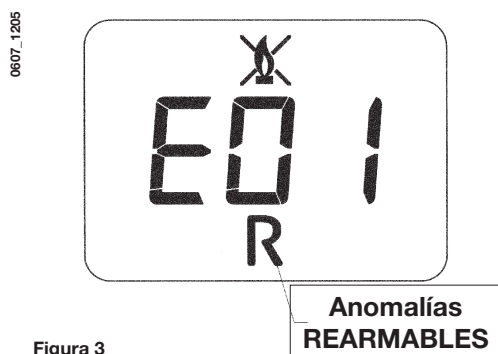

Figura 3
**IMPORTANTE:** controle periódicamente que la presión leída en el manómetro, con la instalación fría, esté entre 0,7 y 1,5 bar. En caso de sobrepresión, abra el grifo de descarga de la caldera; si la presión es demasiado baja, abra el grifo de carga (figura 3). Se aconseja abrir dicho grifo muy lentamente para facilitar la salida del aire.